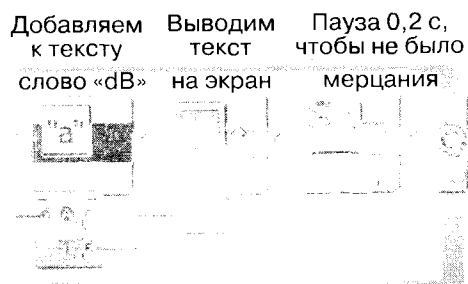
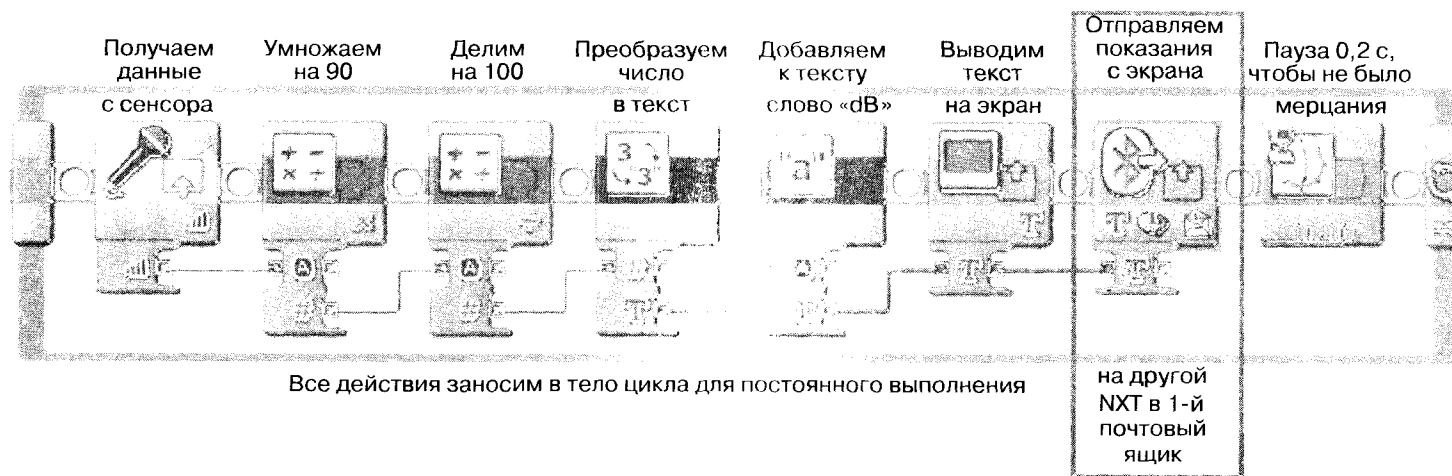

Рис. 97. Программа «Измеритель шума в децибелах (дБ)»
Рис. 101. Программа для робота-передатчика
Приведите программу «Измеритель уровня шума» к виду, представленному на рис. 97, и придумайте, как ее улучшить.
1. Программа у вас практически написана (см. рис. 97). Остался небольшой шаг, чтобы робот-передатчик при каждом прохождении цикла (итерации) отправлял показания роботу-приемнику. Следовательно, в тело цикла надо добавить всего одну команду (выделена на рис. 101).